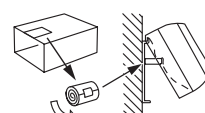

Fig. 5
- 10) Selon le sens de la tuyauterie, déposez la partie ombrée du cache d'angle L (Fig. 4) ou du cache d'angle R (Fig. 5). Reposez le boîtier électrique, le cache d'angle R et le panneau.
- Insérez le tuyau de vidange dans le manchon d'ouverture murale (C) et fixez la partie supérieure de l'unité interne sur le gabarit d'installation (1). Déplacez ensuite l'unité interne complètement vers la gauche pour faciliter le placement de la tuyauterie à l'arrière de l'unité.
- Découpez deux parties du carton d'expédition (utilisez deux des quatre parties), roulez-les, fixez-les sur la saillie arrière et utilisez-les comme entretoise pour soulever l'unité interne. (Fig. 5)
- Raccordez la conduite de réfrigérant à l'aide du tuyau télescopique (B).
- Fixez la partie inférieure de l'unité interne sur le gabarit d'installation (1).